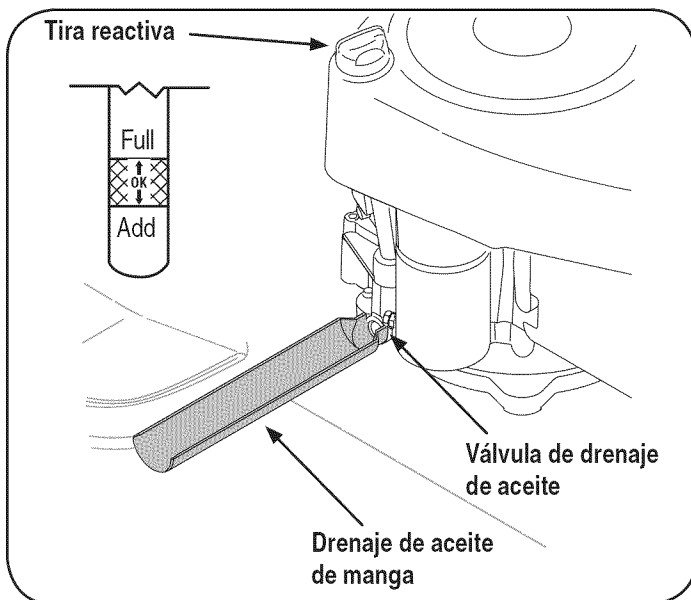

Figura 11
5. Retire la tira reactiva y de comprobar el nivel de aceite. Debe ser por la marca de lleno en la varilla. Ver Figura 11.